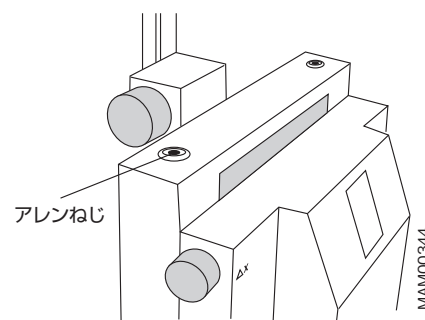

図39
2) 隙間が3mm未満の場合は、以下①～⑮の作業を行う。
- ① ニードル位置決め装置の左側（前）にあるアレンねじとブッシングを緩め取り外します（図39）。